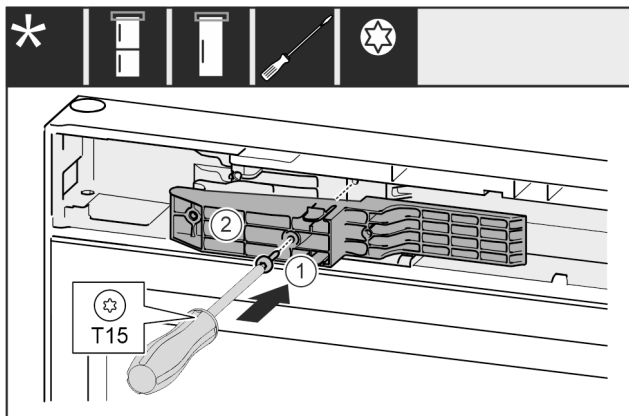

*Fig. 64 **
- ▶ Vstavite prilagodilnik *Fig. 64 (1)* na strani z ročajem v odprtino.*
- ▶ Zategnite vijak *Fig. 64 (2)* z izvijačem.*